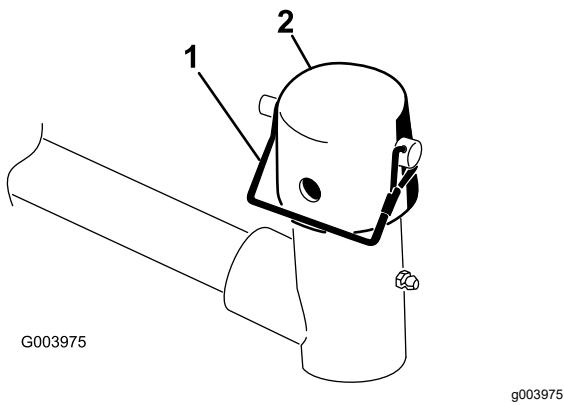

Figura 9
2. Togliete il perno di ritenuta e il cappuccio dalla forcella di articolazione del braccio di sollevamento (Figura 9).
- Nota:** Per avere un elemento di taglio sterzante usate la fessura, oppure usate il foro se l'elemento di taglio deve essere bloccato (Figura 9).